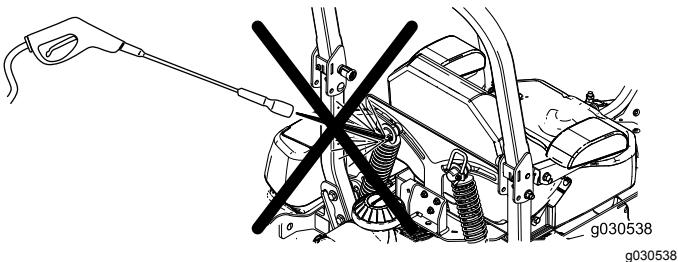

Figura 112
**Nota:** Não limpe os conjuntos dos amortecedores com água sob pressão (Figura 112).